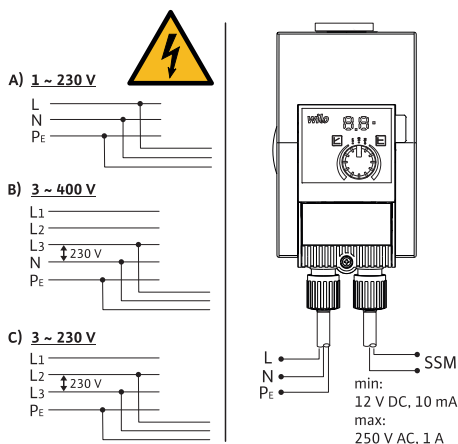

Fig. 3: Možnosti připojení
- Připojte k 230V nízkonapěťovým sítím. Při připojení k IT sítím (druh sítě Isolé Terre) bezpodmínečně zajistěte, aby napětí mezi fázemi (L1–L2, L2–L3, L3–L1 → Fig. 3) nepřekročilo 230 V.